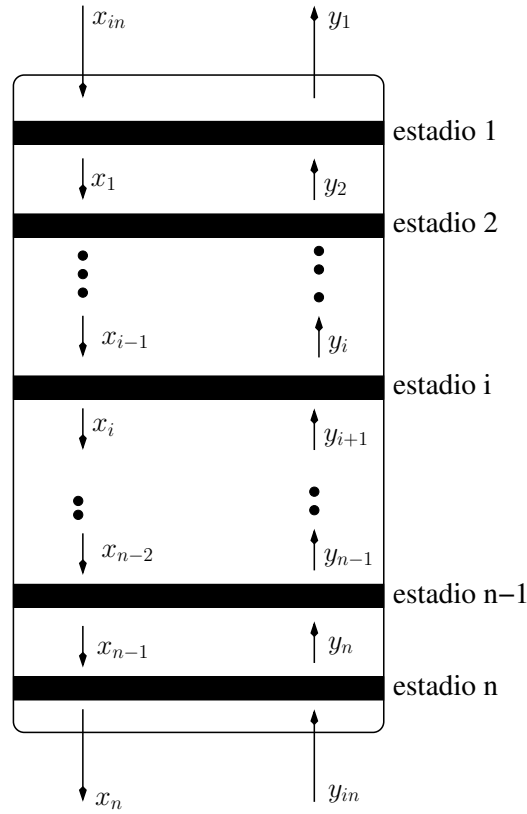

Figura 1: Reactor de extracción química con  $n$  estadios
3. **(Ejercicio para trabajo autónomo)** La Figura 1 muestra los  $n$  estadios de un reactor de extracción química. Agua, conteniendo una fracción de masa  $x_{in}$  de un cierto químico entra por la parte superior del reactor mientras que un solvente, conteniendo una fracción de masa  $y_{in}$  del mismo componente químico entra por la parte inferior del mismo. A medida que las corrientes de agua y solvente se mueven dentro del reactor, el químico es extraído del agua y transferido al solvente.